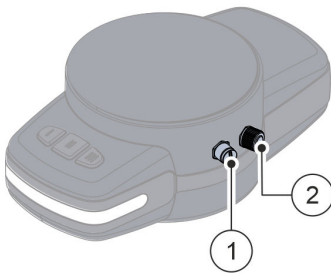

Abb. 63 Externe elektrische Schnittstellen am Medienflansch
- ① Externe elektrische 6-Pin-Schnittstelle
- ② Externe elektrische 8-Pin-Schnittstelle
Über die beiden elektrischen Schnittstellen **Abb. 63/① + ②** am Medienflansch können zusätzliche Komponenten wie etwa Greifer oder Sensoren angeschlossen werden, die zusammen mit einem bestimmten Werkzeug verwendet werden sollen.
In den folgenden Abschnitten ist exemplarisch beschrieben, wie eine Signallampe und ein Analogsensor über die elektrische 8-Pin-Schnittstelle **Abb. 63/②** an den Medienflansch angeschlossen werden können.